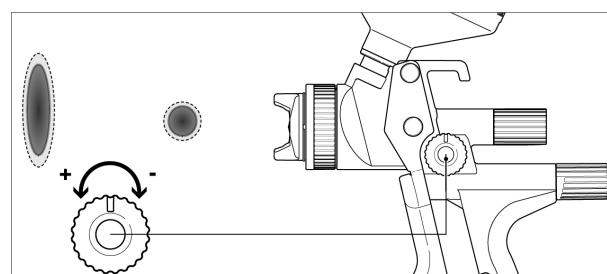

рис. 4
3. Выберите положение факела: вертикальный факел или горизонтальный факел (рис. 4).